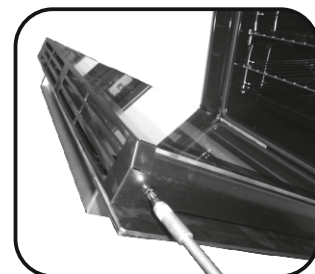

Figure 3
- Удалите винты как показано на рисунке 3 (Figure 3)